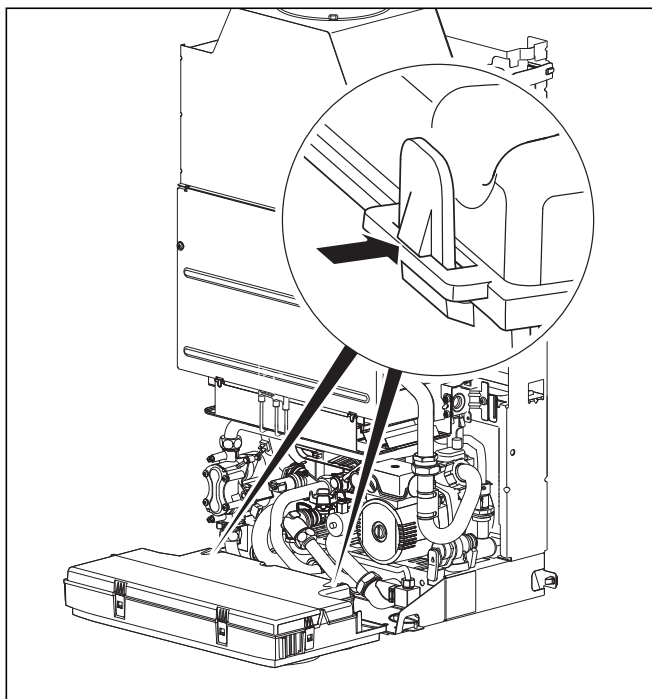

Fig. 5.5 Apertura del pannello posteriore del pannello di controllo
- Collegare il cavo di alimentazione nel pannello di controllo all'altezza dell'attacco, come illustrato alle fig. 5.5 e 5.6.